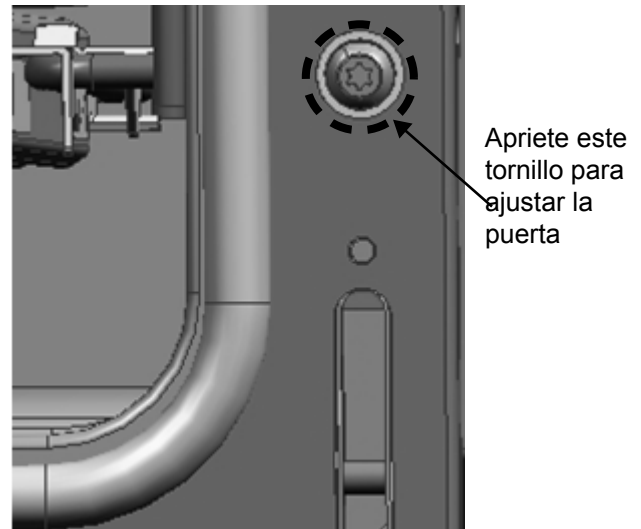

Figura 20: Tornillo de ajuste de la bisagra
3. Para las grandes y pequeñas hornillas, si la puerta o la agarradera parecen levemente desniveladas, puede ajustar su inclinación apretando o aflojando el tornillo Torx de la bisagra con un gran destornillador Torx T-20. El tornillo se encuentra directamente encima de la ranura de la bisagra. Apriétela o aflójela según el ajuste que haga falta para alinear correctamente la puerta (*Figura 20*).